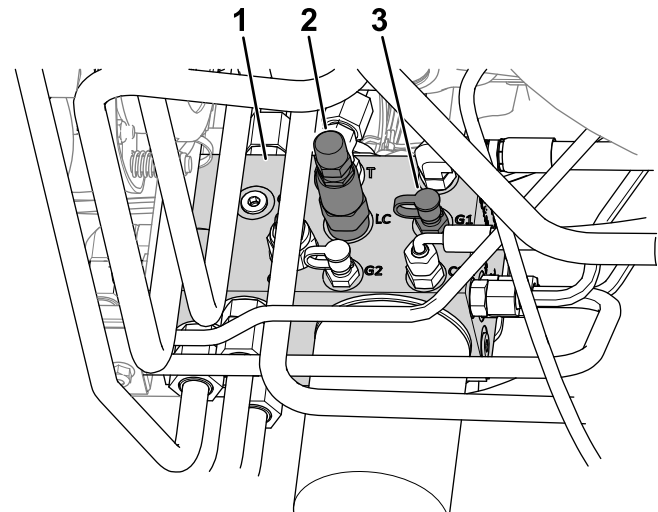

Figura 22
4. Conecte un manómetro al punto de prueba (marcado G1; consulte Figura 22).
5. En el lateral del distribuidor de elevación, retire el tapón del punto de prueba (marcado G1; consulte Figura 22).
6. Afloje la contratuerca del extremo de la válvula de transferencia de peso (marcado LC; consulte Figura 22).